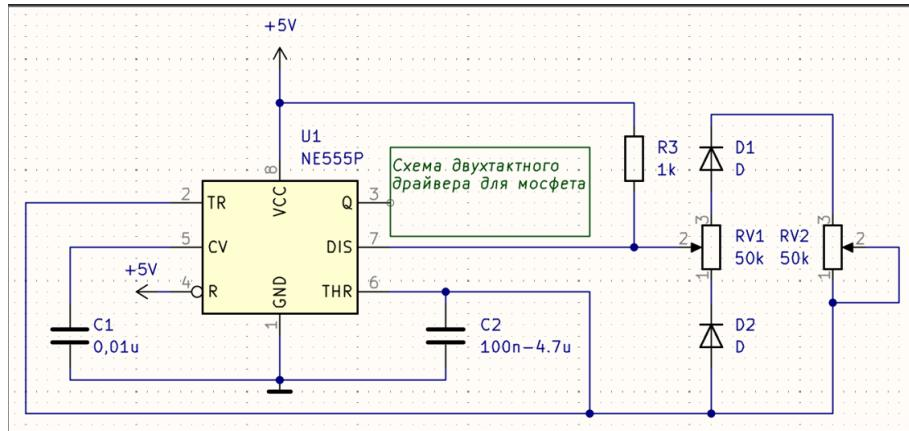

Рис. 1: Задание
**Условия задачи.** Реализовать схему (Рис. 1). Питание части таймера 5 вольт (получаем из 12 Вольт при помощи LM317T). Питание драйвера 5 вольт, нагрузки 12 Вольт. После отладки на бредборде выполнить сборку на монтажной плате при помощи пайки. Для подвода входящего питания использовать винтовой зажим. Для подключения нагрузки можно также использовать винтовой зажим. Для задачи выполнить принципиальную схему в KiCAD, приложив описание проведенной работы и чертеж в формате PDF.